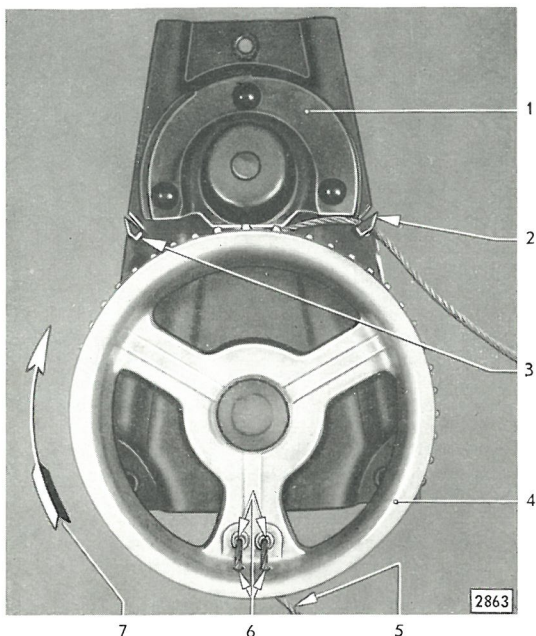

Bild 117 - Seil auf Kurbelantrieb aufgelegt, für Einbau in linke Tür
- b) Seiltrommel mit der Fensterkurbel in die Stellung drehen, die dem Bild 117 oder 118, bezogen auf die Seilverankerungslöcher (117/6 oder 118/6) entspricht. Die Seiltrommel wird für das Auflegen des Seiles nicht gedreht, deshalb die Fensterkurbel wieder abnehmen.